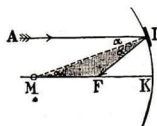

Abb. 229. Lage des Brennpunkts
**Beweis** (Abb. 229): Es sei  $AJ$  ein Strahl parallel zur Achse des Spiegels. Zieh den Radius  $MJ$ . (Er steht senkrecht auf dem Spiegelteilchen bei  $J$ .) Mache  $\sphericalangle \alpha = \sphericalangle \alpha'$  (Reflexionsgesetz). Dann ist das schraffierte Dreieck gleichschenkelig; denn auch  $\sphericalangle \alpha'' = \alpha$  (als Wechselwinkel an Parallelen). Daher ist  $FM = FJ$ . Liegt  $J$  nahe an  $K$ , so kann man statt  $FJ$  auch  $FK$  setzen; woraus folgt  $FK = FM = r/2$ .